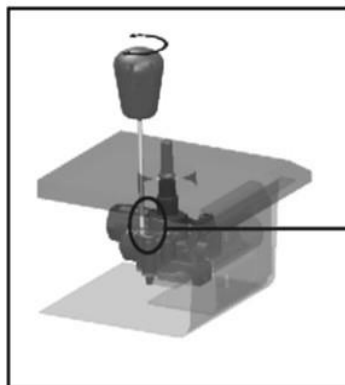

Figure 3
- Allumez les brûleurs et tournez la vis de réglage dans le sens horaire pour réduire la flamme et dans le sens antihoraire pour augmenter la flamme. (Figure 3) Vous pouvez effectuer le réglage avec un tournevis.